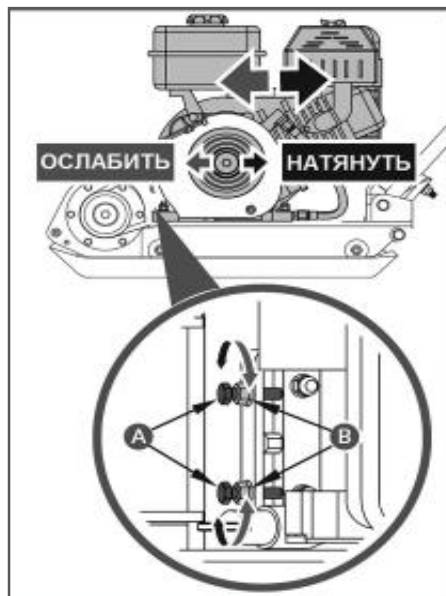

Рис. 30 Регулировка натяжения ремня Т-50
4. При необходимости, произведите регулировку натяжения ремней. Регулировка натяжения ремней осуществляется: для натяжения ремней - перемещением двигателя от вибратора; для ослабления ремней - перемещением двигателя к вибратору. Для ослабления или натяжения ремня на виброплите Т-50: — ослабьте затяжку болтов и гаек крепления двигателя к раме; — для натяжения ремня закрутите гайку тяги натяжного устройства (Рис. 30); — для ослабления ремня открутите гайку тяги натяжного устройства и сдвиньте двигатель к вибратору (Рис. 30).